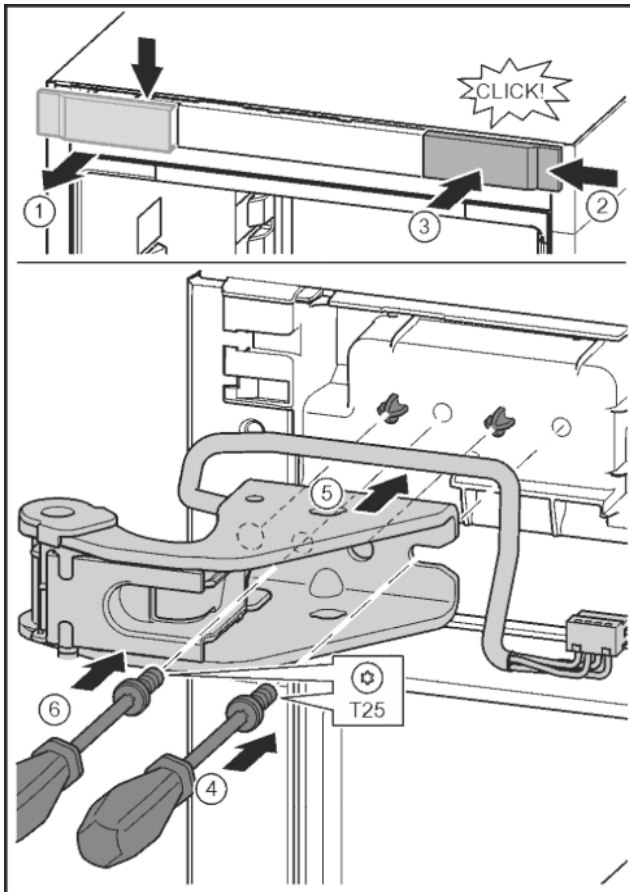

Fig. 25
- ▶ Abdeckung lösen und seitlich abnehmen. Fig. 25 (1)
- ▶ Abdeckung um 180° gedreht auf der anderen Seite von rechts einhängen. Fig. 25 (2)
- ▶ Abdeckung einrasten. Fig. 25 (3)
- ▶ Schraube mit Schraubendreher T25 ansetzen. Fig. 25 (4)
- ▶ Oberen Lagerbock ansetzen. Fig. 25 (5)
- ▶ Schraube festdrehen. Fig. 25 (4)
- ▶ Schraube mit Schraubendreher T25 einsetzen und festdrehen. Fig. 25 (6)